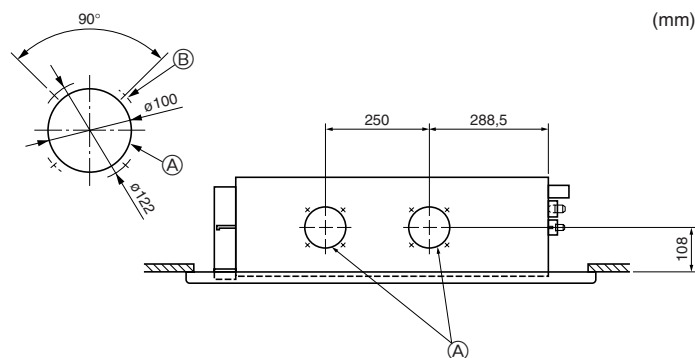

Fig. 2-10
2.5. Inlaatopening voor verse lucht (Fig. 2-10)